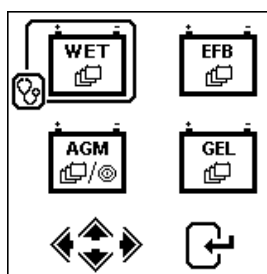

Fig.23
6. A continuación, se le pedirá que seleccione los tipos de baterías (Fig.23):